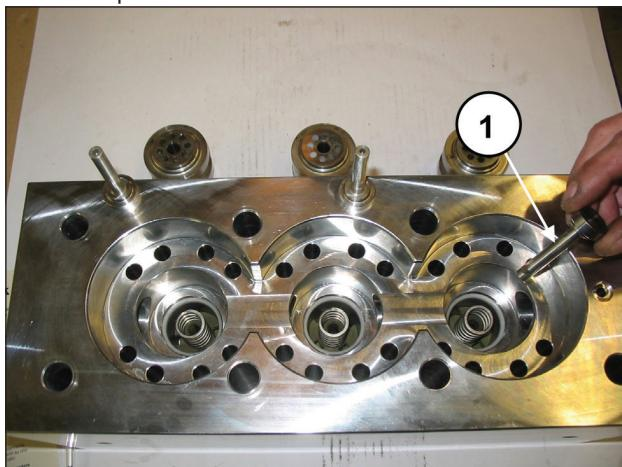
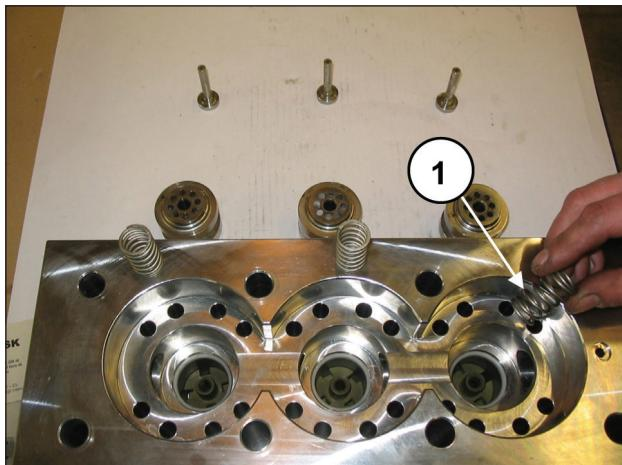
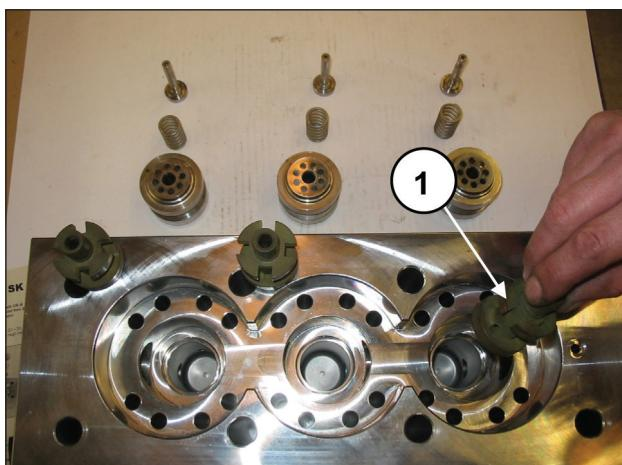

Fig. 106
Fig. 107
Fig. 108
Extraire les coupelles de refoulement (rep. ①, Fig. 106), et leurs guides respectifs (rep. ①, Fig. 108), avec leurs ressorts (rep. ①, Fig. 107), puis vérifier s'ils sont usés et les remplacer si nécessaire ; toujours les remplacer aux intervalles indiqués dans le chapitre 11 du **Manuel d'utilisation et d'entretien**.